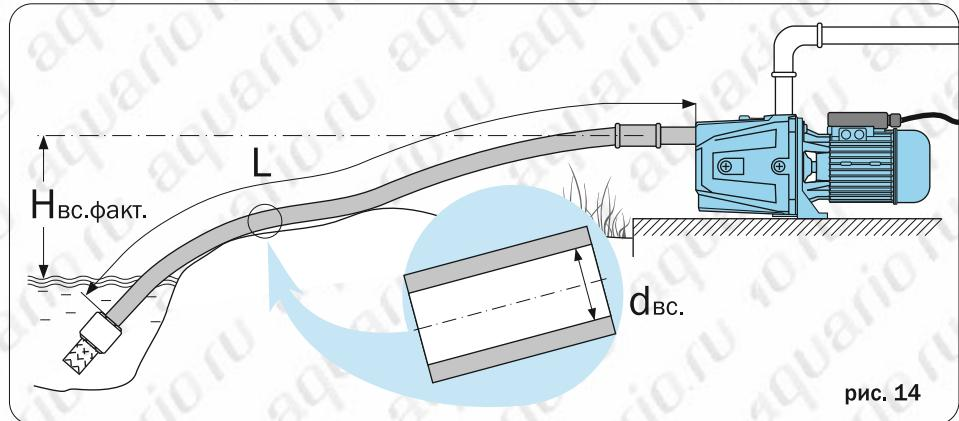

рис. 14
**Ключевые параметры всасывающей магистрали** (рис. 14):
То есть **ΣНпотер. = Нвс.факт.** (рис.14) + **Нпотер по длине.**
Дано: рис.14    **Hвс.факт.** = 5 м    **L** = 35 м